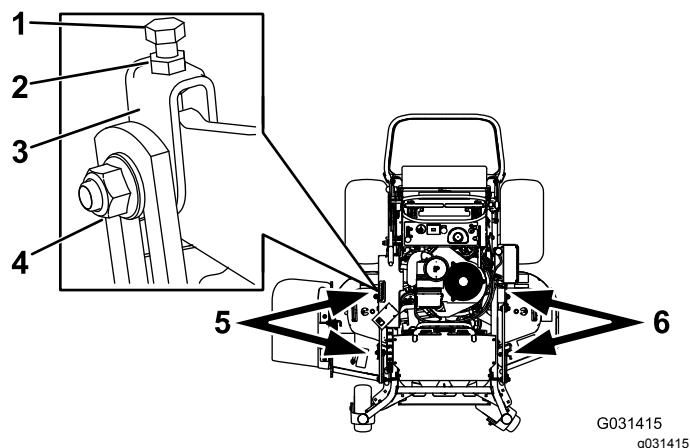

Figura 85
1. Desaperte a porca lateral e a porca de bloqueio nas forquilhas que quer ajustar (Figura 85).
2. Rode o parafuso superior para ajustar a altura da plataforma do cortador (Figura 85).